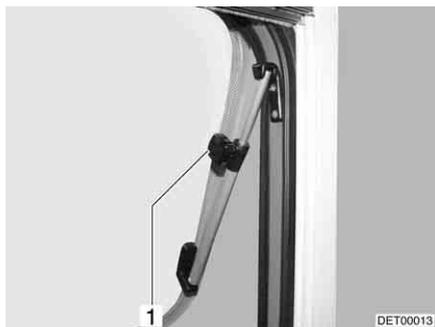

Fig. 75 Claraboya con soportes giratorios, abierta
- Abrir la claraboya hasta la posición deseada y fijarla con el botón moleteado (Fig. 75,1).
- Girar el botón moleteado (Fig. 75,1) hasta que se libere el bloqueo.